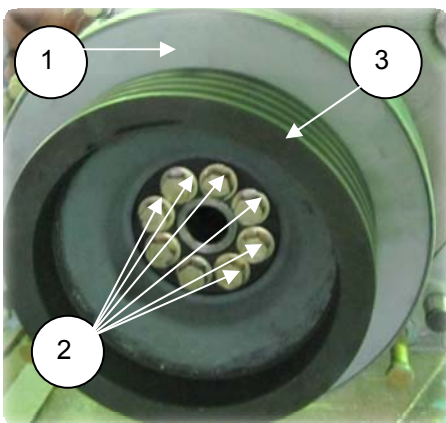

Рис. 6.30
2. Установить гаситель крутильных колебаний (1) (840.1005070) на ступицу проставки, совместив отверстия, имеющие расточки, с втулкой проставки, установить шкив коленчатого вала (3) (850.1005061), совместив отверстия, завернуть болты на 2-3 нитки от руки (рис. 6.30);
3. Завернуть 8 болтов (2) (S=19) крепления шкива и гасителя в два приёма: